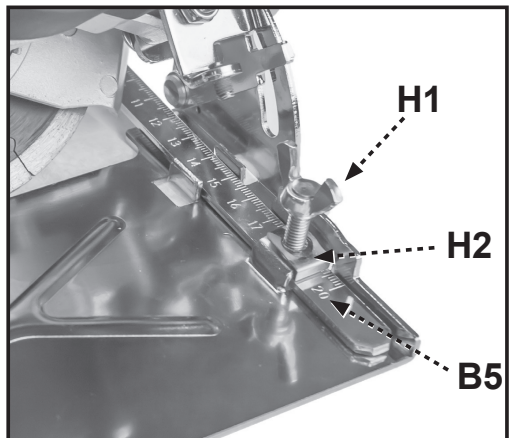

FIGURA 5
1. Instale los clips de desgaste de placa de cuña (H2) como se muestra en la Figura 5.